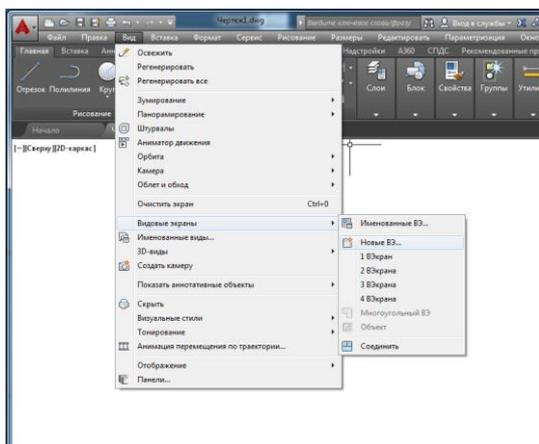
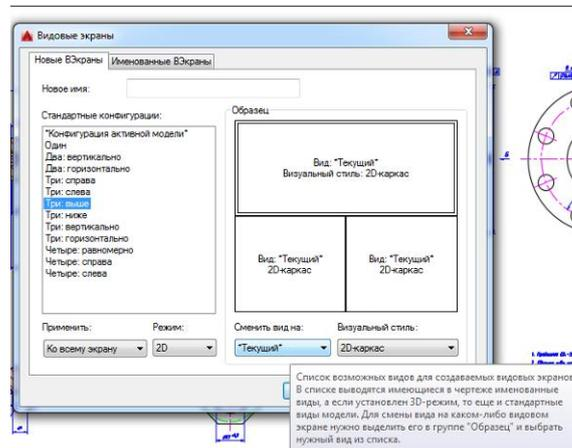

Рис. 9
Рис. 10
14. Сейчас в графической зоне AutoCADa по умолчанию открыт единственный видовой экран, полностью занимающий окно. Чтобы создать **дополнительные видовые экраны**, выберите в меню пункт *Вид* ⇒ *Видовые экраны*. Появится подменю со стандартными вариантами компоновок (рис. 9), в котором выберите пункт "Новые ВЭ...". В открывшемся окне просмотрите имеющиеся варианты компоновки видовых экранов и сделайте выбор, аналогичный рис.10.
15. Настройте изображения в 3-х видовых экранах, используя именованные виды: поочередно делайте окна активными, щелкнув на них мышкой. С помощью списка видов, открывающегося нажатием кнопки "Сменить вид на:" (рис.10), установите в одном экране общий вид, а в остальных – отдельные фрагменты. Нажмите "ОК".